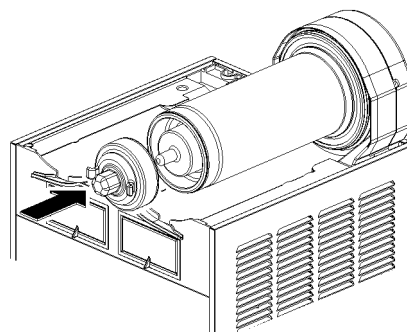

figura 15
- 5 Inserire il rotore magnetico esterno nell'evaporatore accompagnandolo fino in fondo. (vedere figura 15).